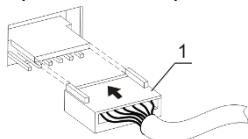

Рисунок 1. Подключение термоблока
- Выбрав термоблок, подсоедините штекер к разъему согласно схеме на рис. 1. Убедитесь, что разъем установлен плотно, до упора.
Внимание! По истечении заданного интервала времени вращение платформы прекращается автоматически, но нагрев можно прекратить, только сокращая температуру кнопкой **T (°C)** ▼ (рис. 1/3, нижняя кнопка) до появления индикации OFF в верхней части дисплея.